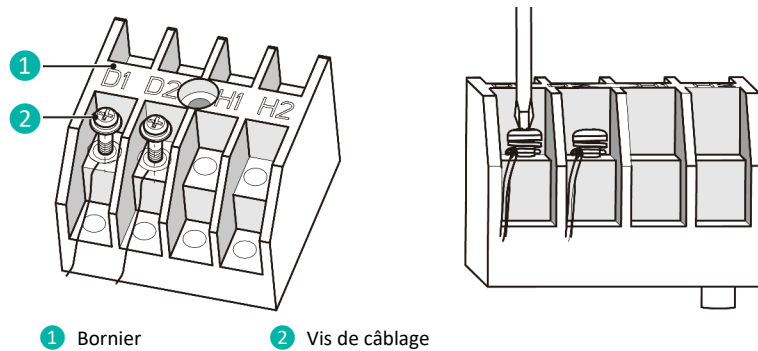

Fig.5.3.1
- ④ Fixez le cordon d'alimentation avec un serre-câble.
- 3 Connectez le fil de communication aux bornes D1 et D2 du panneau de câblage intérieur à 4 bits, comme illustré à la Fig.5.3.1.